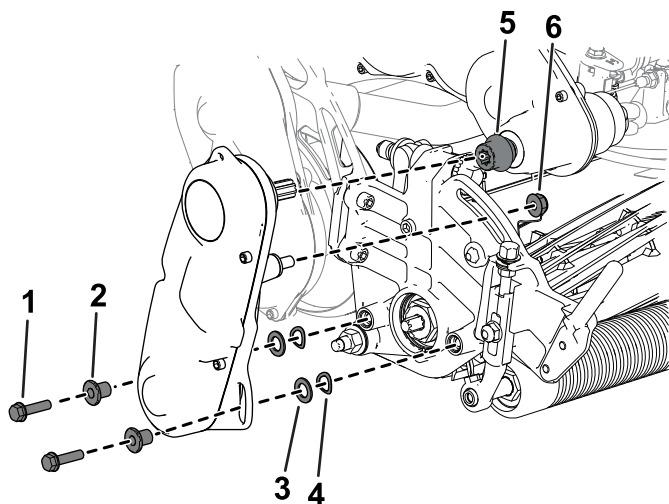

图 38
6. 使用先前卸下的内六角螺丝、垫圈和隔片将滚刀驱动总成固定到滚刀组侧板上图 38。
确保滚刀驱动总成驱动轴安装在变速箱驱动轴联轴器上图 38。